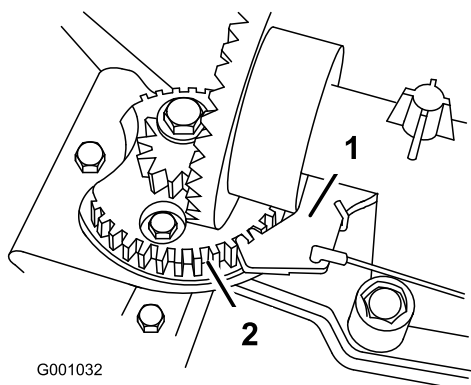

Рисунок 44
3. Захватите кабельный трубопровод и перемещайте его по направлению к передней части машины до тех пор, пока фиксатор желоба не войдет полностью в зацепление с зубчатой передачей редуктора (Рисунок 43 и Рисунок 44).
**Примечание:** Фиксатор подпружинен, и под действием пружины стремится войти в зацепление с шестерней редуктора (Рисунок 44).